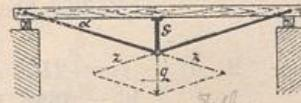

Fig. 26.
6. a) Auf die Stütze  $s$  eines einfach armierten Trägers (Fig. 26) wird der vertikale Druck  $q = 2500 \text{ kg}$  übertragen. Wie groß ist die Zugspannung  $z$  in den schmiedeeisernen Zugstangen, wenn  $\sphericalangle a = 18\frac{1}{2}^\circ$  ist?